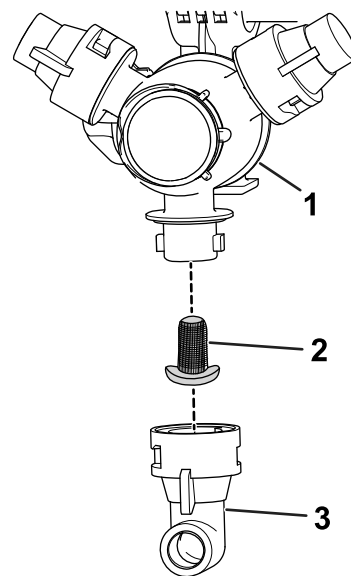

Figura 102
2. Rimuovete l'ugello dalla torretta di irrorazione (Figura 102).
3. Rimuovete il filtro dell'ugello usato (Figura 102).
4. Montate il nuovo filtro dell'ugello (Figura 102).
5. Montate l'ugello sulla torretta di irrorazione (Figura 102).